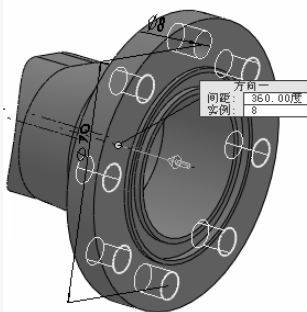

图 7-38 阵列螺栓孔
7) 阵列螺栓孔。单击“特征”控制面板中的 (圆周阵列) 按钮，或选择菜单栏中的“插入”→“阵列/镜像”→“圆周阵列”命令，弹出“圆周阵列”属性管理器；在绘图区选择法兰盘基体的临时轴作为圆周阵列的阵列轴，在 (角度) 文本框中输入“360”，在 (实例数) 文本框中输入“8”，选择“等间距”单选按钮，在图形区选择步骤5)中创建的螺栓孔，其他选项设置如图7-38所示，单击 (确定) 按钮，完成螺栓孔的圆周阵列。